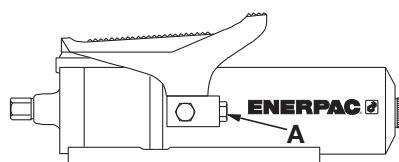

Figura 3
- Vea la Figura 3. Quite el tapón de tubería del conector giratorio hidráulico tipo hembra con roscas de 3/8" NPTF (A) e instale el extremo macho de un adaptador hidráulico con roscas de 3/8" NPTF. El adaptador puede ser un adaptador para manómetro, manguera o acoplador de alto caudal.